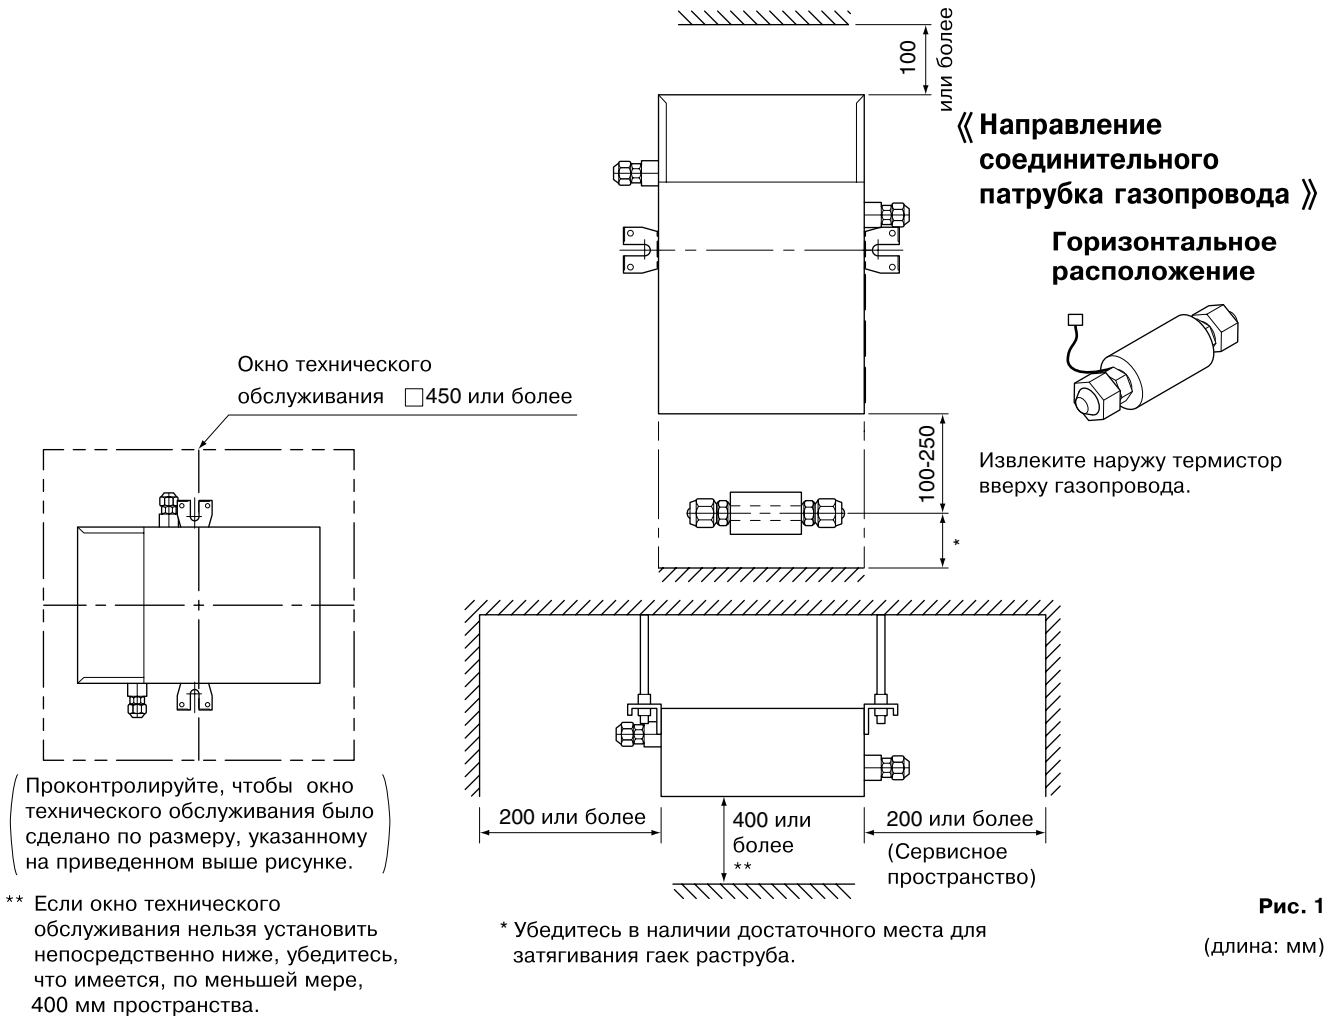

Рис. 1
- Места, где можно установить окно технического обслуживания. **(См. рис. 1)**
- (2) Если прочность места, выбранного для установки блока, представляется недостаточной для выдерживания веса блока, установку следует осуществлять после укрепления этого места с помощью панелей, траверс и т.п.**
- (3) Устанавливайте соединительный патрубок газопровода (7) не дальше 250 мм от отверстия для термистора в блоке. (См. раздел “8-1 СПОСОБ ПОДСОЕДИНЕНИЯ ПРОВОДКИ”)**
- (4) Избегайте контакта с поверхностью потолка, так как это может привести к шуму и вибрации.**